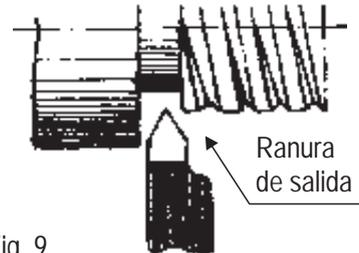

Fig. 9
c) Ponga en marcha el torno y dé una pasada de corte, interrumpiendola cuando llegue al largo previsto de la rosca (Fig. 9).